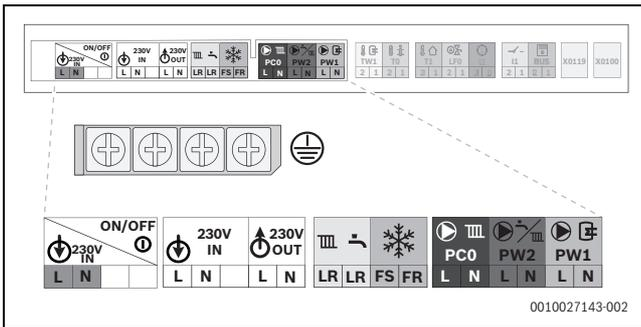
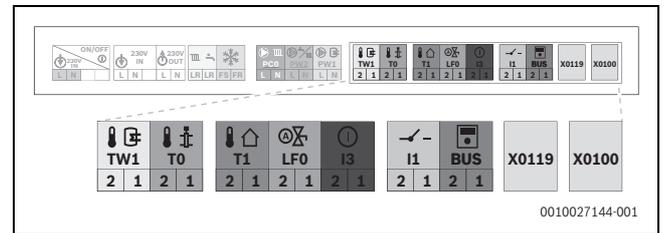

Fig. 82 Plage de tension réseau : bornier
Fig. 83 Plage de basse tension : bornier
- Raccorder le câble au bornier des accessoires externes (→ figure 82 et figure 83).